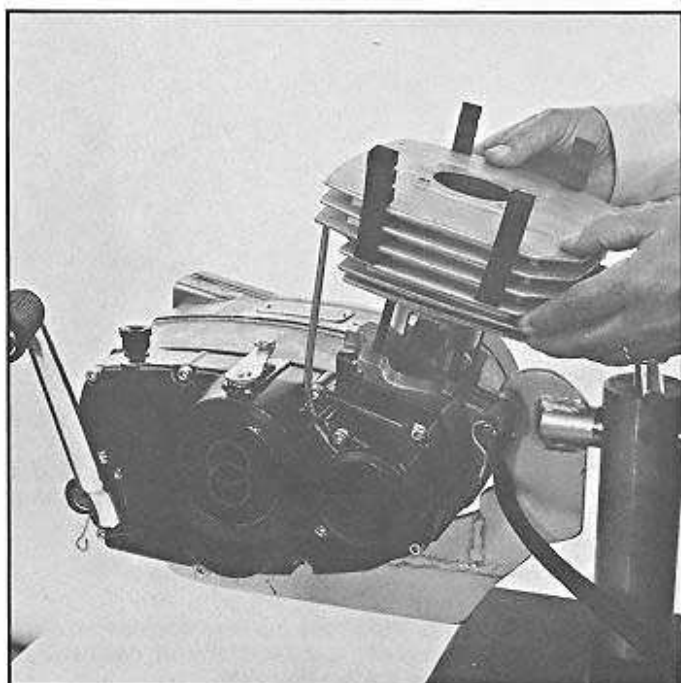

Fig. 13
- Sortir le cylindre (fig. 13). S'il est collé, mettre le piston au point mort bas et frapper à petits coups de maillet sur la sortie de l'échappement.